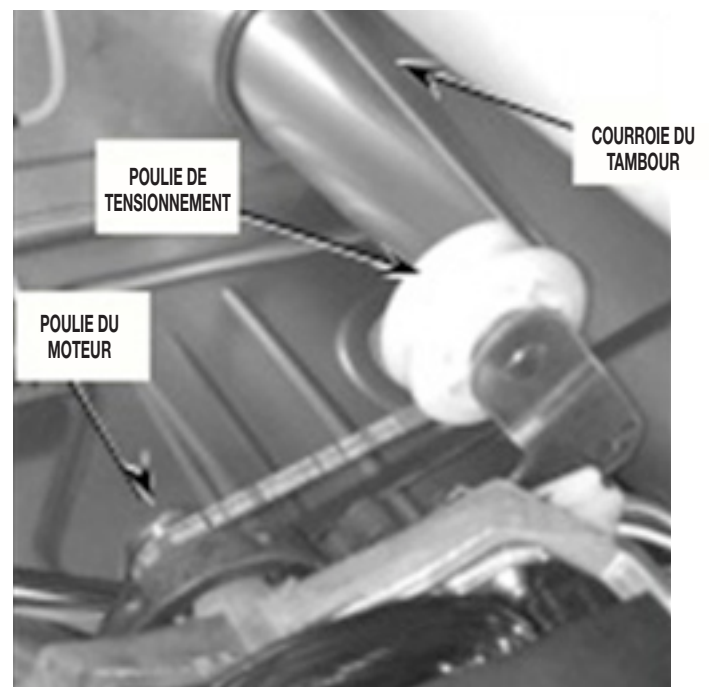

FIGURE 9
10. Détendre la courroie du tambour par l'intérieur de la sècheuse, juste au-dessous du tambour et derrière le moteur d'entraînement. Saisir la poulie de tensionnement et la lever pour détendre la courroie; dégager la courroie de la poulie du moteur, puis rabaisser doucement la poulie de tensionnement. Voir la *Figure 9*.